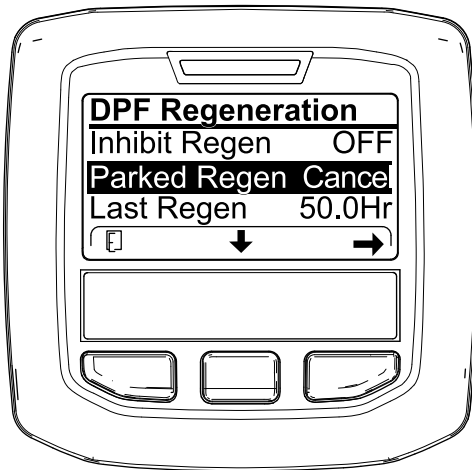
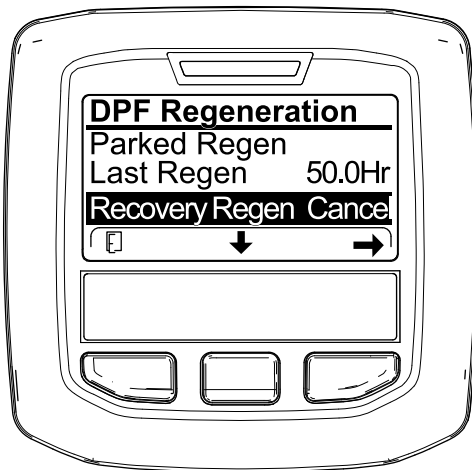

Bild 52
Bild 53
1. Zugreifen auf das Menü für die Regenerierung des Dieselpartikelfilters (**Bild 52**)
2. Drücken Sie die mittlere Taste, um auf die Option PARKED REGEN. CANCEL (**Bild 52**) oder RECOVERY REGEN. CANCEL zu navigieren (**Bild 53**).
3. Drücken Sie die rechte Taste, um den Eintrag „Regen. Cancel“ auszuwählen (**Bild 52** oder **Bild 53**).